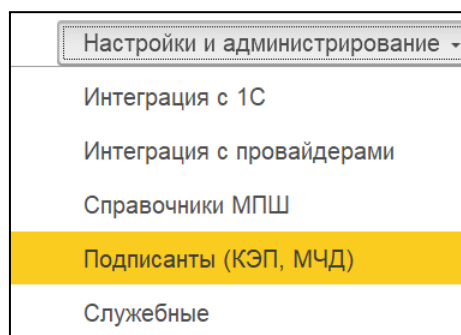

Рис. 88. Пункт меню «Подписанты (КЭП, МЧД)»
1. В меню «Настройки и администрирование» выберите «Подписанты (КЭП, МЧД)» (рис. 88).